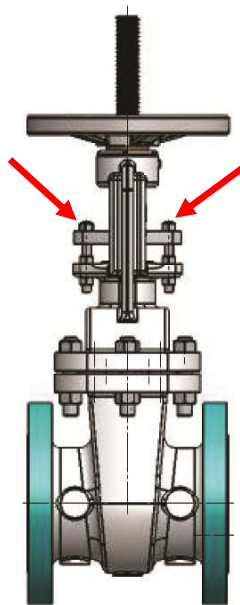

Figura 02
- Soltar o preme gaxeta conforme figura 02;